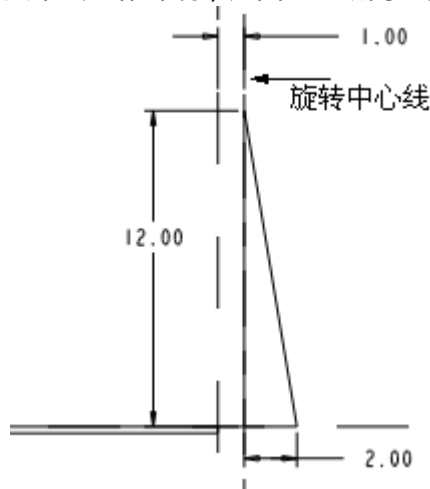

图 38-6
- (1) 单击特征工具栏中的 ，打开旋转特征操控板。
- (2) 单击草绘截面按钮 ，系统显示【剖面】对话框。选择基准平面 DTM1 为草绘平面。
- (3) 单击【草绘】，进入草绘工作环境，如图 38-6 所示绘制旋转中心线和旋转截面。